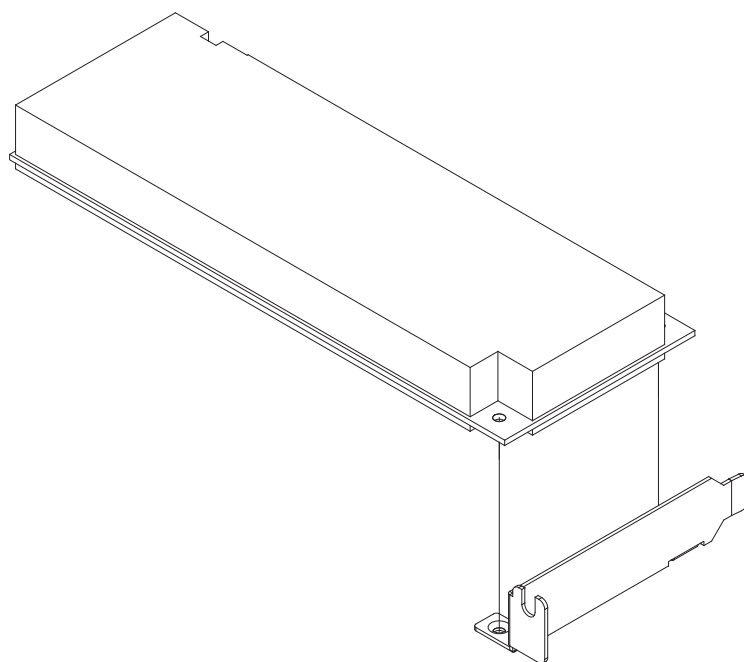

Figure 2.11 PCIe expansion Card Assembly/PCIe 扩充卡安装 /PCIe 擴充卡安裝
- a. Unscrew 2 screws and remove the low profile bracket on PCIe card (see Figure 2.11).
- a. 卸除 PCIe 扩充卡上原先既有的挡片与 2 颗螺丝（如图 2.11 所示）。